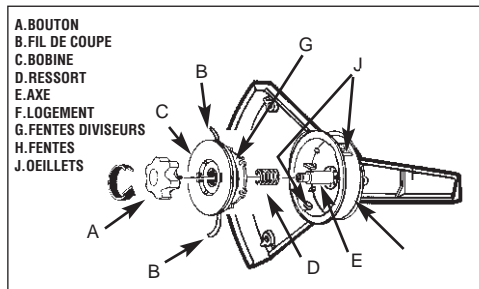

Fig. 15A
1. Faites tourner l'écrou (a) **DANS LE SENS DES AIGUILLES D'UNE MONTRE** et enlevez-le (Fig. 15A).
2. Enlevez la bobine (C), et le ressort (D) de l'axe (E).